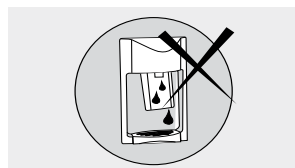

Figura 55
- Solo retire el tanque dispensador hasta que no haya flujo de agua por la válvula (figura 55)